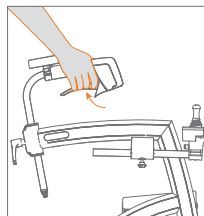

Figure 27: Freinage.
- b. Serrez les freins à main pour ralentir (**Figure 27**).